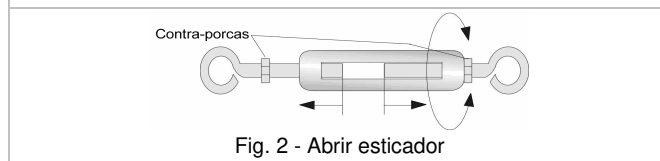

Fig. 2 - Abrir esticador
- 2.2 Abrir os esticadores (fig. 2), girando o corpo central e mantendo fixas as alças. Esta abertura permitirá o ajuste fino de tensão no cabo.